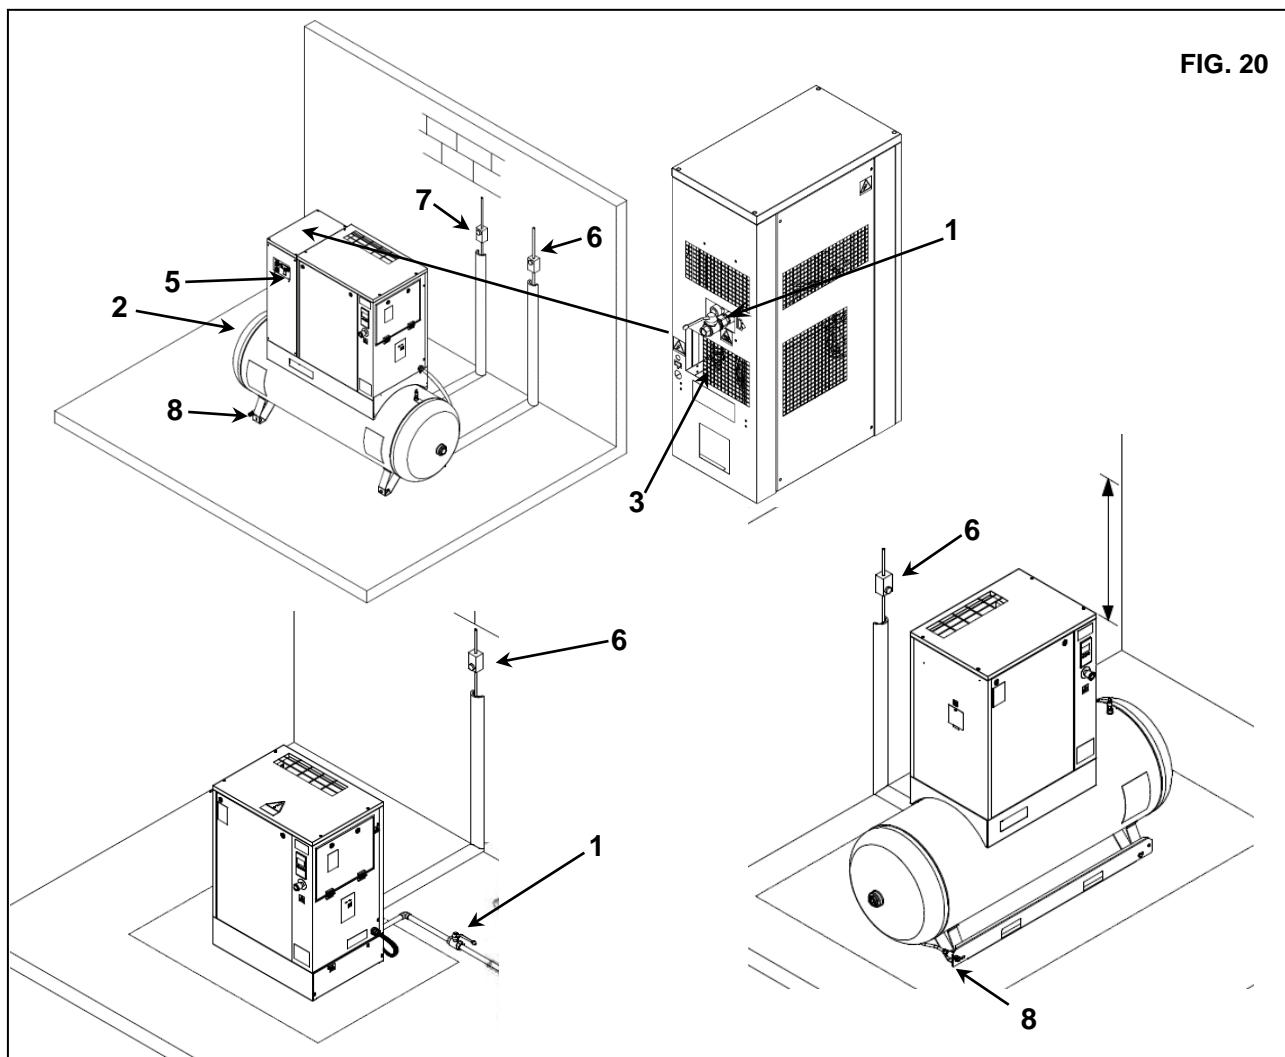

FIG. 20
- Închideți robinetul ref. 1 și ref. 2 fig. 20.
- Apăsați butonul comutator Ref. 5 Fig. 20 (pe uscător, dacă montat)
- Porniți întrerupătorul diferențial de alimentare, Ref. 6 (de pe compresorul cu șurub) și Ref. 7 (pe uscător, dacă este montat) Fig. 20.
- Scoateți presiunea din uscător și rezervor prin deschiderea supapei de evacuare a condensului ref. 8 fig. 20.
- Închideți robinetele Ref. 8 Fig. 20 opriți din nou după ce ați descărcat toată presiunea reziduală a aerului.